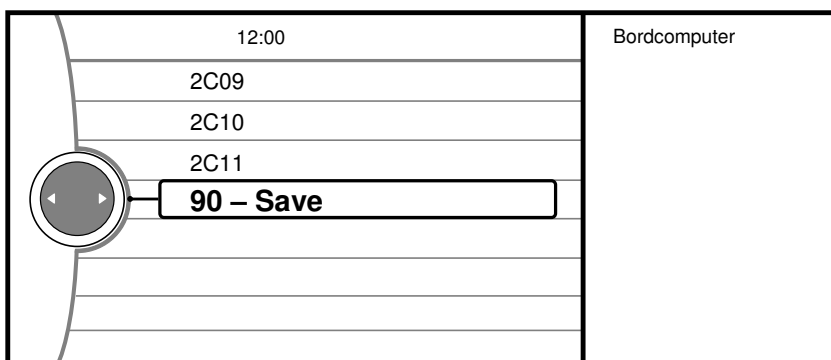

Abb.55
6. Einstellungen speichern – wählen Sie den Menüpunkt **SAVE** um die vorgenommenen Einstellungen zu ändern (Abb. 55).